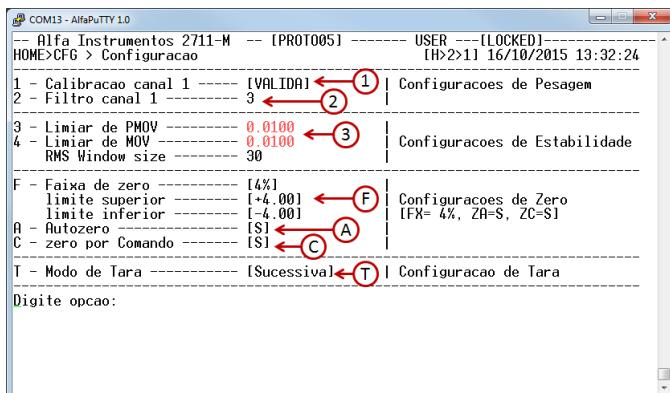
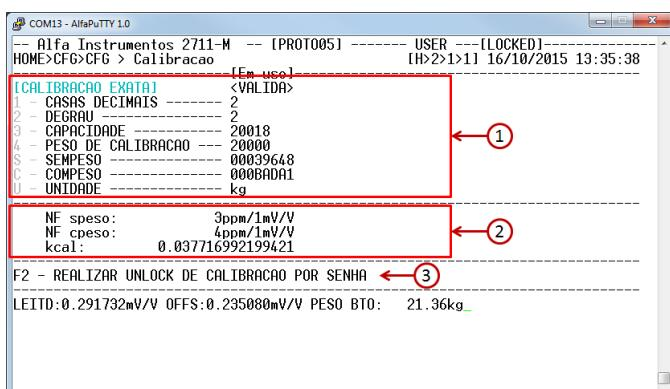
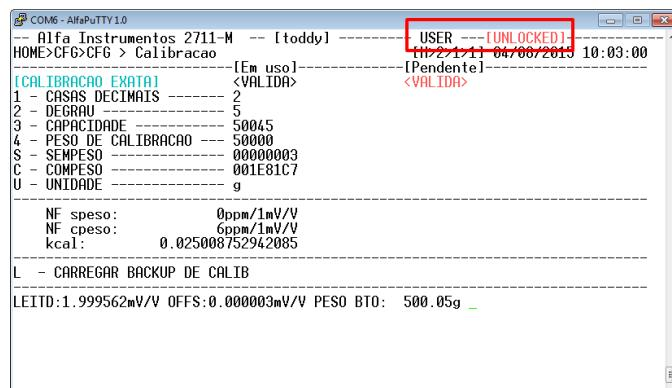
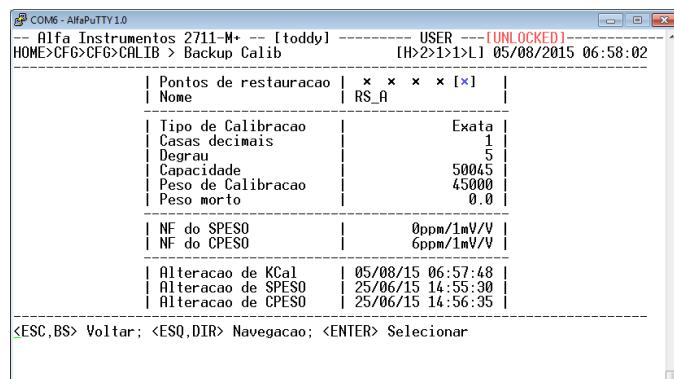

Figura 186 – Configuração – Canal 1
Figura 187 – Configuração do Canal 1 – Calibração
Figura 188 – Configuração – Destaque para as informações de LOGIN e estado da chave de calibração.
Figura 190 – Tela de visualização e restauração de backup de calibração
A calibração do Transmissor de Pesagem Automática 2711 é realizada através da opção 1 presente na tela de configuração do Canal 1 (**Figura 186**). Esta opção levará o operador à tela vista na **Figura 187**.
- 2 – DEGRAU ⇒ Passo da medida de pesagem (1, 2, 5, 10, 20, 50). Os parâmetros DEGRAU e CASAS DECIMAIS definem a resolução da informação de peso que será transmitida/mostrada. Para o exemplo da Figura 187 a resolução da medida de peso do Transmissor de Pesagem
- 3 – CAPACIDADE ⇒ o parâmetro CAPACIDADE, CASAS DECIMAIS e UNIDADE definem a capacidade máxima do sistema de pesagem. Para o exemplo da **Figura 188** a capacidade máxima é 500,45g;
caixa ② da **Figura 187**. Nela teremos acesso a informações como a figura de ruído das capturas de SEM PESO e COM PESO, inclinação da reta de calibração (kcal), data e hora da captura de SEM PESO e COM PESO, além da data e hora em que foi confirmada a calibração a partir da chave física ou lógica de calibração.
Para realizar qualquer alteração de parâmetros nesta tela é necessário que, além de estar logado em nível USER, a chave de calibração (lógica ou física) esteja na posição UNLOCK, o que pode ser visto na parte superior direita da tela, conforme destacado na **Figura 188**.
A **Figura 188** mostra o exemplo de uma tela de calibração com os parâmetros “CASAS DECIMAIS” e “PESO DE CALIBRAÇÃO” alterados. Observe que o parâmetro “PESO DE CALIBRAÇÃO”, neste caso, foi responsável por alterar o parâmetro kcal, coeficiente angular da reta de calibração. Para mais detalhes sobre o parâmetro consulte o item **Definição de Calibração**.
O Transmissor de Pesagem Automática 2711 gera automaticamente backups de calibração caso seja alterado algum parâmetro metrológico item 1 da Figura 187. Para restaurar uma calibração realizada anteriormente, certifique-se de que o Transmissor de Pesagem Automática 2711 está com o nível de usuário USER e o status da chave de calibração em UNLOCKED, conforme mostra a Figura 188. Ainda na tela de Calibração, entre com a opção "L – CARREGAR BACKUP DE CALIB" e aparecerá uma tela como na Figura 190. As teclas para direita e para esquerda do teclado alteram as informações relativas as calibrações realizadas anteriormente. Selecione o backup de calibração que deseja restaurar e tecle <ENTER>; o Transmissor de Pesagem Automática 2711 pedirá uma confirmação para o carregamento do backup de calibração selecionado. Caso esteja correto, confirme digitando **S** seguido de <ENTER>; caso não esteja correto, cancele digitando **N** seguido de <ENTER>.